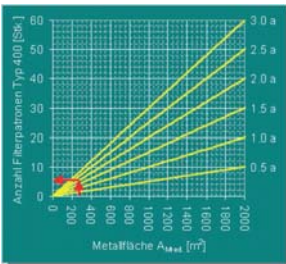

Abb. 1: Anzahl Filterpatronen
- Wirksame Metallfläche bestimmen und Anzahl Patronen wählen mit Standzeit von 2 Jahren (d.h. nach 2 müssen Patronen ausgewechselt werden) -> Abb. 1